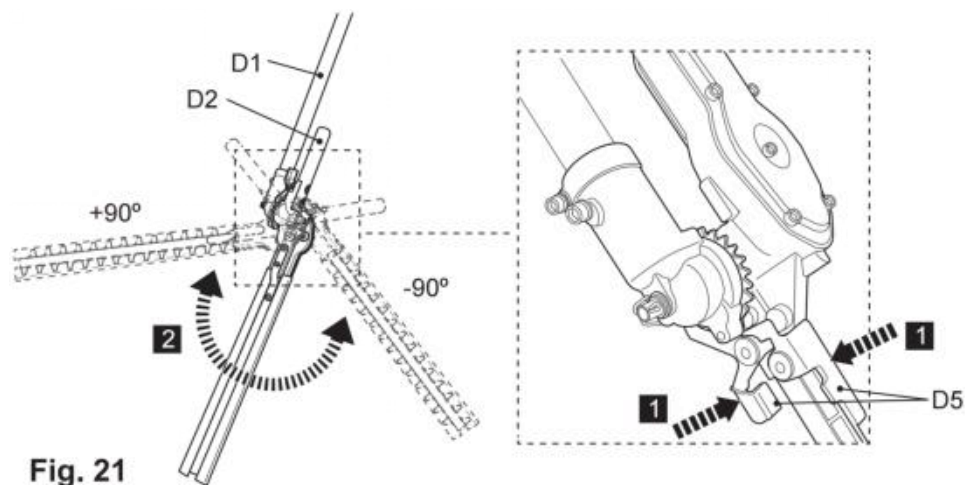

Fig. 21
- 5) Naciśnij dźwignie odblokowujące (D5), aby rozłączyć układ zębów (D6) i ustawić głowicę ostrza w żądanej pozycji (rys. 21).